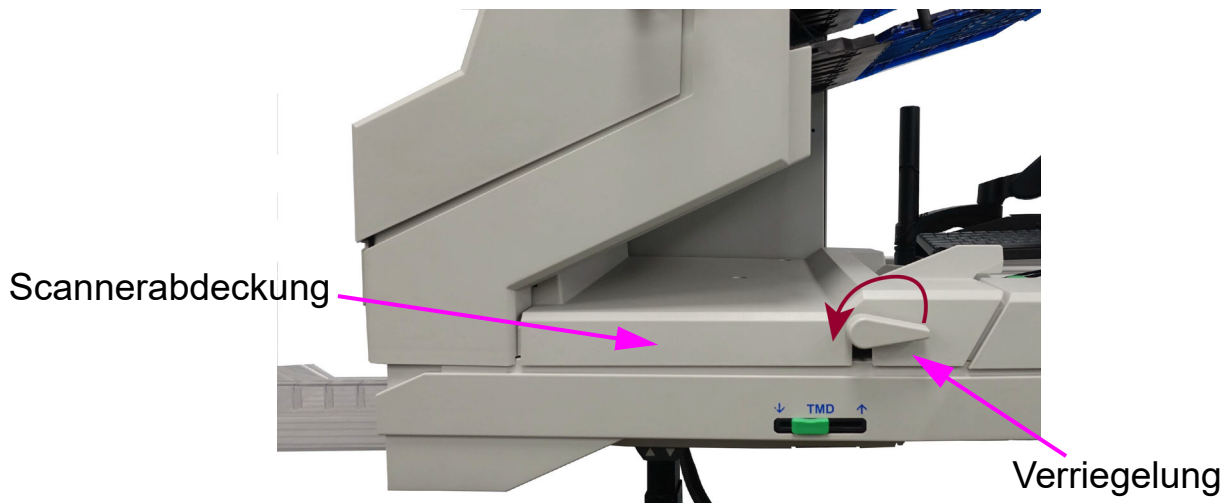

Abbildung 4-28: Auf Scanner zugreifen
1. Drehen Sie die Verriegelung gegen den Uhrzeigersinn, um die Scannerabdeckung zu lösen. Die Scannerabdeckung schwenkt in die offene Position (Abbildung 4-28).